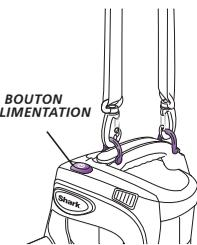

Fig. 5
- 4 Fixez la courroie d'épaule sur les crochets situés sur la poignée de l'aspirateur portatif. (fig. 5)
- 8 Tout en maintenant l'aspirateur portatif par la poignée, appuyez sur le bouton d'alimentation pour mettre en marche l'aspirateur portatif et commencez à passer l'aspirateur. Réappuyez sur le bouton d'alimentation pour éteindre l'aspirateur. (fig. 5)